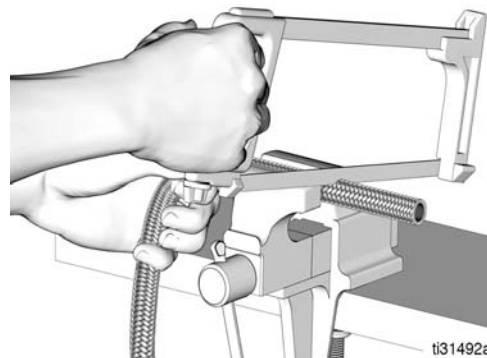

Рис.57
2. Отрежьте шланг мелкозубой ножовкой или режущим кругом под прямым углом (Рис.57).